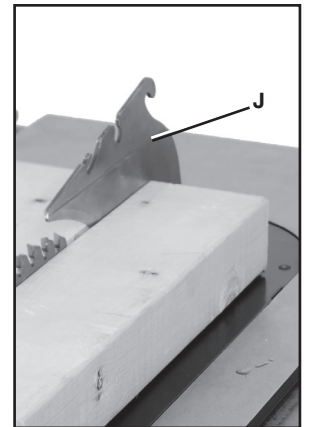

FIG. 26
El hendedor (J), Fig. 26, es una placa plana que se adapta al corte que realiza la hoja de la sierra y que reduce la posibilidad de retroceso con eficacia al disminuir la tendencia de la hoja a atascarse durante el corte. **(NOTA: Los dispositivos de seguridad fueron retirados para mayor claridad en la Fig. 26. De ser posible, asegúrese de usar siempre los dispositivos de seguridad).**